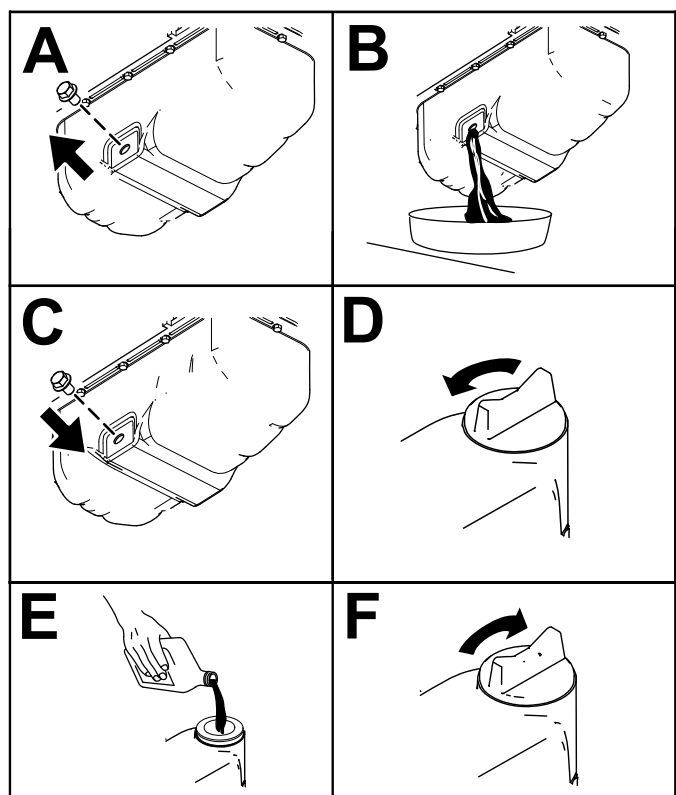

Figura 53
3. Cambie el aceite del motor, según se muestra en Figura 53.